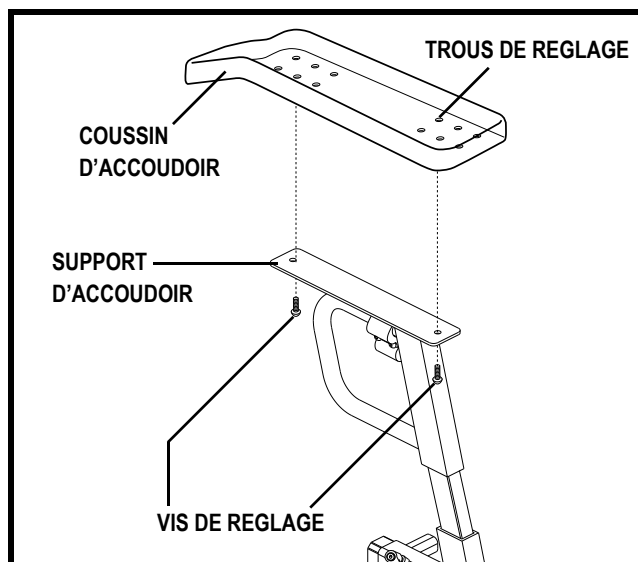

Figure 17. Réglage coussin d'accoudoir
1. Enlevez les vis de réglage du dessous avant et arrière du coussin d'accoudoir. **Voir la figure 17.**